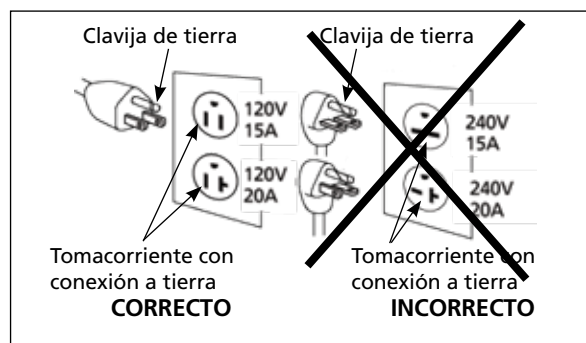

Figura 3 - Método de conexión a tierra
1. Este producto es para usarse en un circuito con 120 voltios nominales. Debe estar conectado a tierra. En caso de cortocircuito eléctrico, la conexión a tierra reduce el riesgo de descarga eléctrica al proporcionar un cable de escape para la corriente eléctrica. La unidad está equipada con un cable que tiene una clavija de tierra. Encajará en uno de los tipos comunes de tomacorriente que se muestran en la Figura 3. Si el enchufe no encaja en el tomacorriente deseado, haga que un electricista calificado cambie el enchufe o el tomacorriente.
3. Este producto debe usarse en un circuito para 120 voltios nominales y tiene un enchufe para tierra parecido al que aparece en la Figura 3.